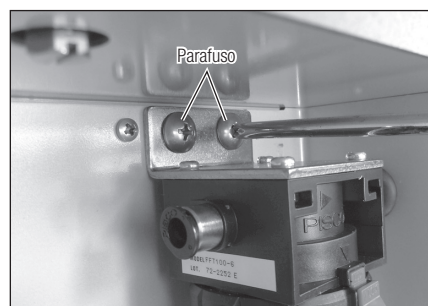

Fig. 32
- 3) Retire os dois parafusos com uma chave de fendas para extrair o filtro de ar (Fig. 32).